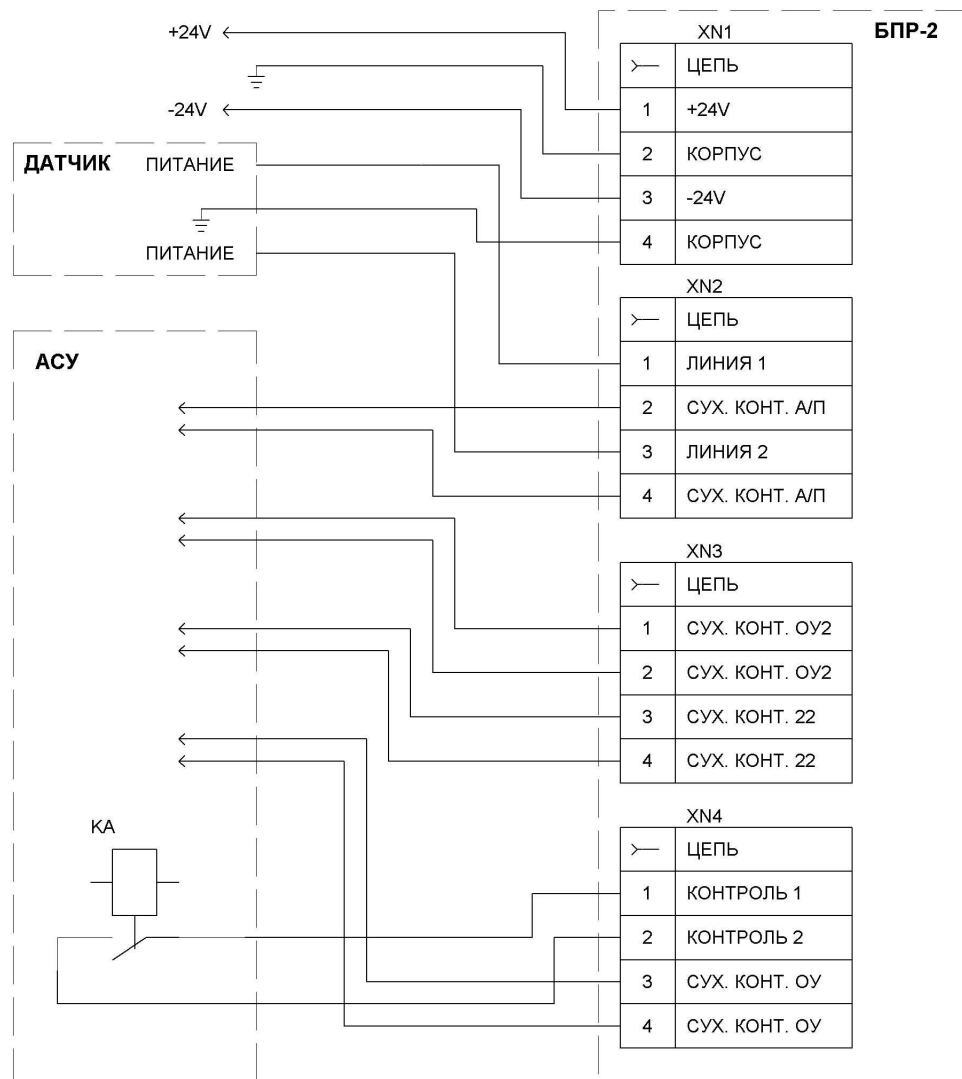

Рисунок 12 – Монтажная схема сигнализатора ДПС-7В в составе с блоком питания и регистрации БПР-2.
4.1.1 Проверить правильность подключения датчика сигнализатора ДПС-7В к блоку питания и регистрации БПР, см. рисунок 12, а также п. 2 Данного руководства.